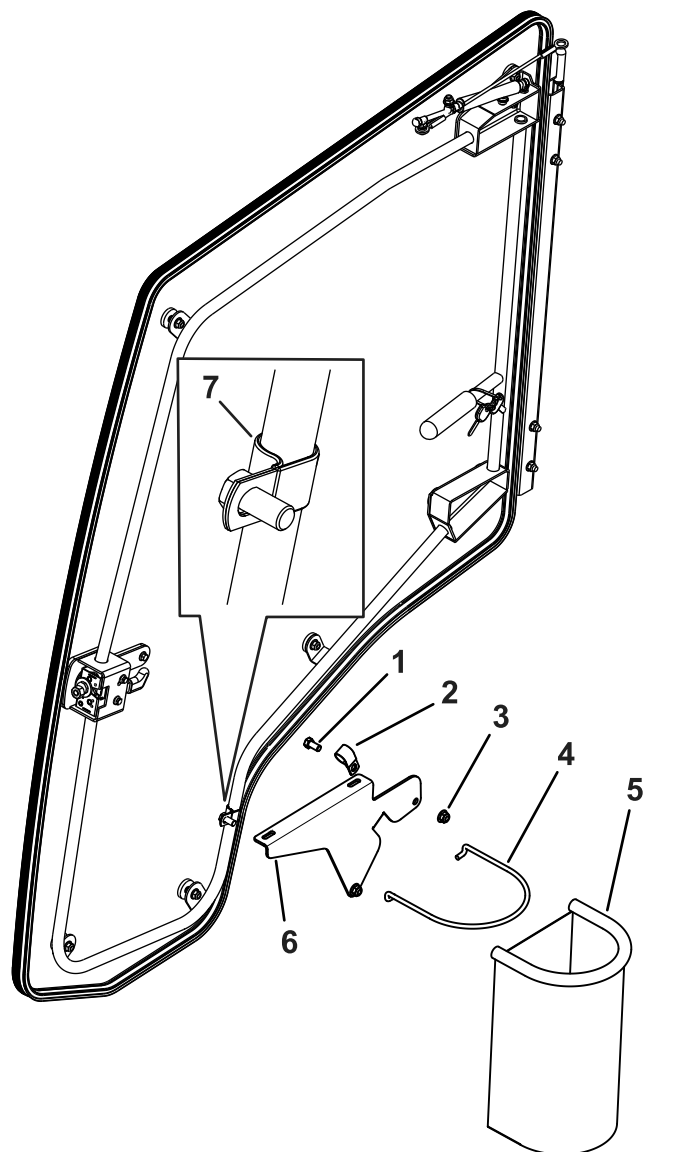

Figura 1
2. Instale las abrazaderas en R en la puerta (Figura 1).
3. Sujete provisionalmente el soporte grande a la puerta con 2 pernos ($\frac{3}{8}$ " x $\frac{3}{4}$ ") y 2 contratuercas ($\frac{3}{8}$ "), como se muestra en la Figura 1.
4. Coloque el soporte en la puerta de manera que no interfiera con la máquina (Figura 1).
5. Apriete los pernos que sujetan el soporte grande (Figura 1).
6. Instale la papelera y la varilla en el soporte grande (Figura 1).